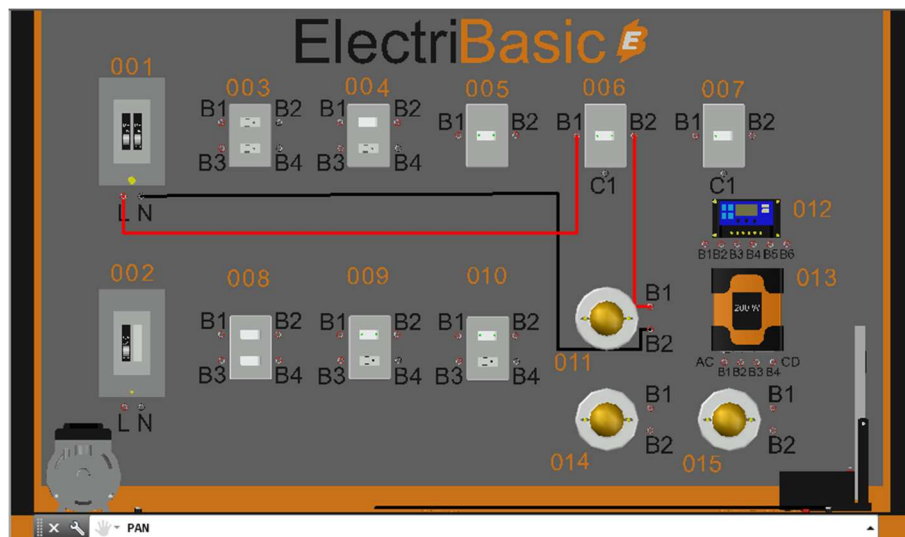

Fig. 1 Conexión de interruptor eléctrico.
- 3.-Conectar el interruptor termomagnético 001-L con 005-B1 posteriormente 005-B2 conectarlo con 011-B1 y 001-B2 con 001-N como se muestra en la Fig. 1